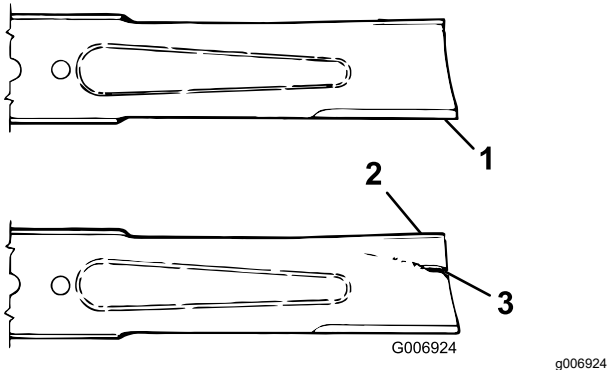

Bild 102
- Prüfen Sie die Schnittkanten des Messers sorgfältig, insbesondere dort, wo die geraden Flächen die gebogenen berühren (Bild 102).
- Wenn Sie Abnutzungen (Bild 102) feststellen, sollten Sie das Messer auswechseln, siehe Warten des Messerniveaus \(Seite 71\)
Wenn sich das Messer abwetzen kann, bildet sich ein Schlitz zwischen dem Windflügel und dem flachen Teil des Messers (Bild 102). Zuletzt kann sich ein Stück des Messers lösen und aus dem Gehäuse ausgeschleudert werden. Das kann zu schweren Verletzungen bei Ihnen selbst und Unbeteiligten führen.